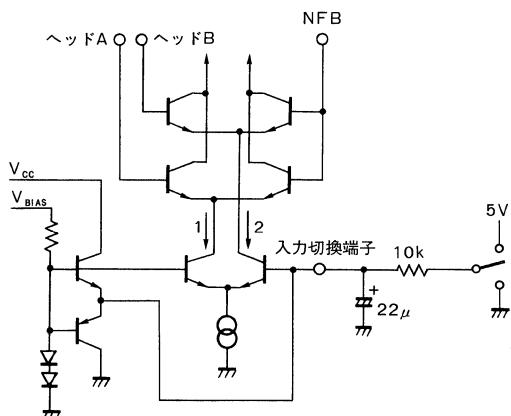

Fig.15
a. Fig. 15 の入力切換端子が 0.67V 以下の時  $I_1$  が流れ、ヘッド A が選択されます。
b. Fig. 15 の入力切換端子が 2.0V 以上の時  $I_2$  が流れ、ヘッド B が選択されます。
②EQ アンプ回路 テープヘッドから入力された信号を NAB 特性にイコライズし、パワーアンプの入力レベルまで増幅する回路です。